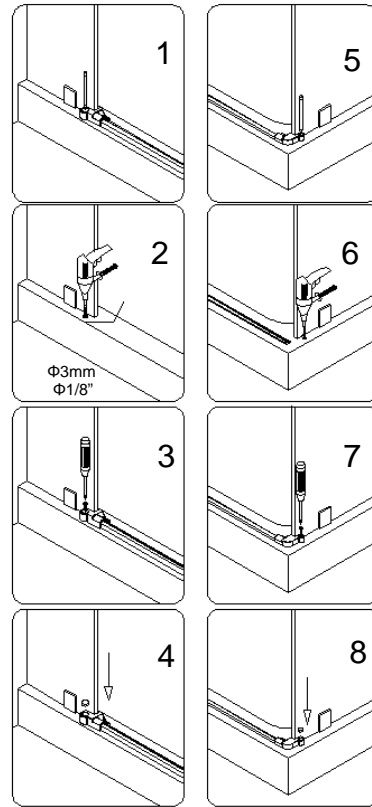
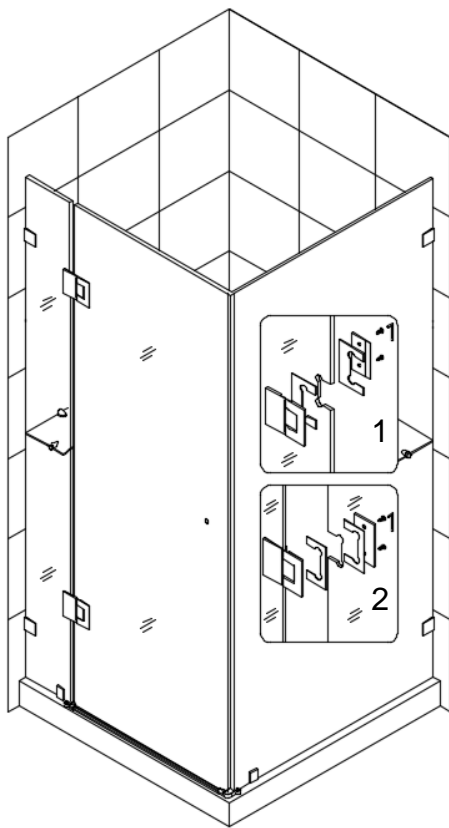

Рис. 6
Рис. 9
3. Прикрепите **Алюминиевую Водозащитную ленту (16)** на поддон между двумя стационарными стеклами. Закрепите на обоих концах **Держатели алюминиевой ленты (14), (15)**. См. Рис. 6 и 7 для подробностей
4. Отмерьте отверстия, которые должны быть просверлены для **Стеклянной полки (13)** в соответствии с рис 8. Просверлите их и вставьте Дюбель, и прикрепите зажим стеклянной полки, используя **ST4.2 Винт потайной (22)**, чтобы зафиксировать **зажим стеклянной полки (без гайки) (11)**.
5. Прикрепите петли на **Стационарное стекло (01)**. Выньте **Стеклянную дверь (03)** и присоедините к ней петли. См. рис. 9 для подробной информации.